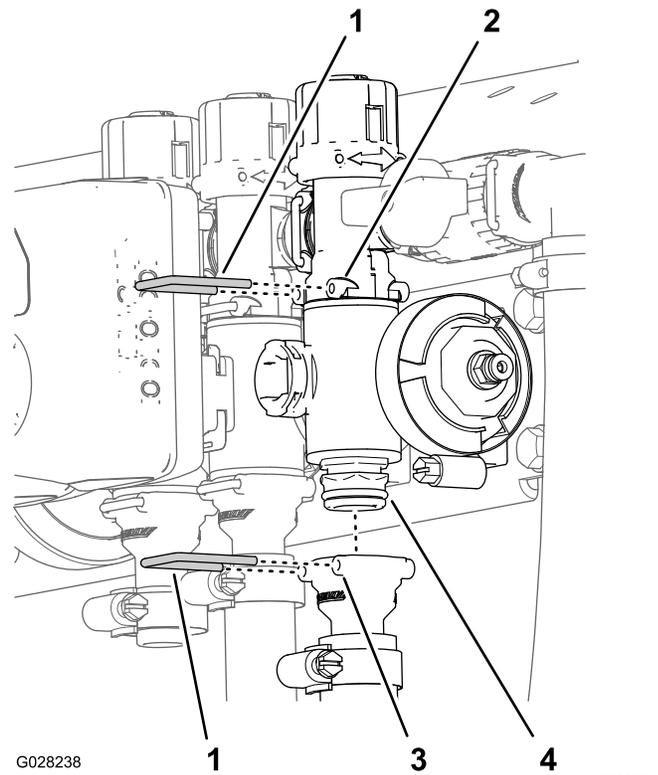

Figura 74
2. Retire las horquillas de retención que sujetan el conector de salida al distribuidor de la válvula de sección y el distribuidor de la válvula al acoplamiento de desvío (**Figura 74**).